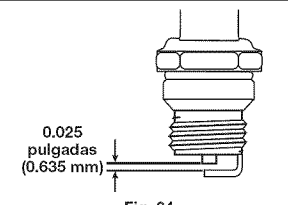

Fig. 24
3. Reemplace la bujía si está rajada, corroída o sucia. Ajuste la abertura de la bujía a 0.025 pulgadas (0.635 mm) con la ayuda de un calibrador de hoja (Fig. 24).